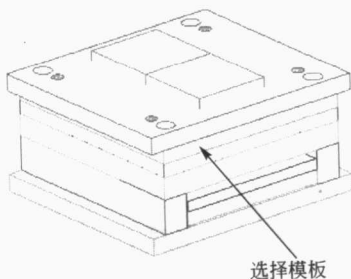
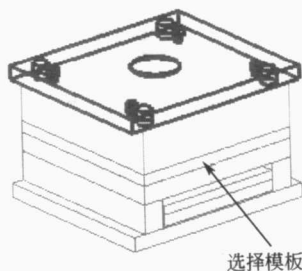

图 1-31 选择模板
图 1-32 选择另一个模板
⑤ 用鼠标在屏幕上选择需要修改厚度的模板, 如图 1-31 所示。
⑥ 在编辑模架组件对话框上的 plate_h 下拉列表框选择厚度 86, 然后单击对话框上的“应用”按钮。
⑦ 选择另外一个模板, 如图 1-32 所示。